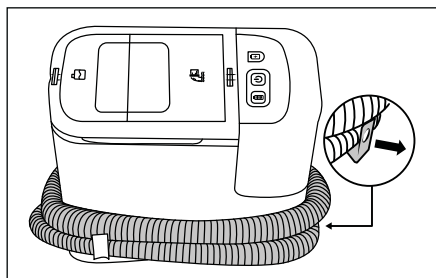

Fig. 10
- ◆ Retirez le support de flexible 15 de l'appareil. Enroulez le flexible de pulvérisation/aspiration 19 autour de l'appareil et servez-vous en même temps des supports de flexible 15/16 (voir fig. 10).